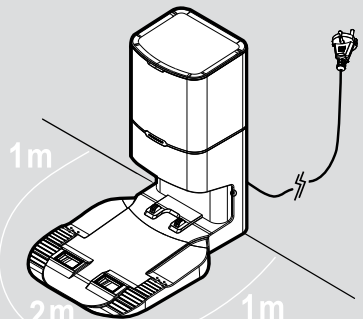

Abb. 2
1. Stecken Sie den Stecker der Staubsammelstation in die Steckdose **[Abb. 2]**
4. Es sollten sich keine Gegenstände in einem Bereich von 2 Meter vor der Staubsammelstation bzw. 1 Meter zu beiden Seiten befinden. **[Abb. 2]**